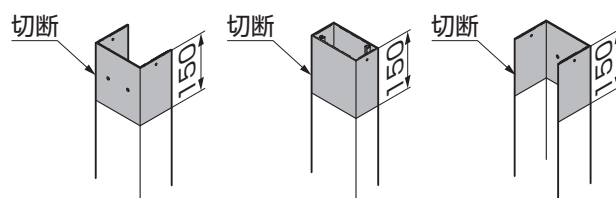

図6-3 ルーフ上乗せ納まりの場合
- 「4. 納まりパターン」の「④ルーフ上乗せ納まり」を施工する場合は、図6-3を参照して部材を150mm加工してください。